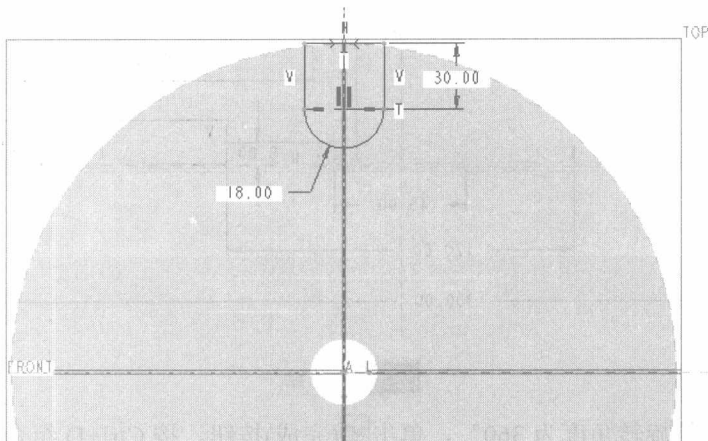

图 1-9 草绘
(3) 在拉伸工具操控板中单击“放置”标签，打开“放置”上滑面板，接着单击位于该上滑面板中的“定义”按钮，弹出“草绘”对话框。
(4) 选择 TOP 基准平面定义草绘平面，接受其他默认设置，单击“草绘”按钮，进入草绘模式。
(5) 绘制如图 1-9 所示的剖面，单击 (继续当前部分) 按钮。